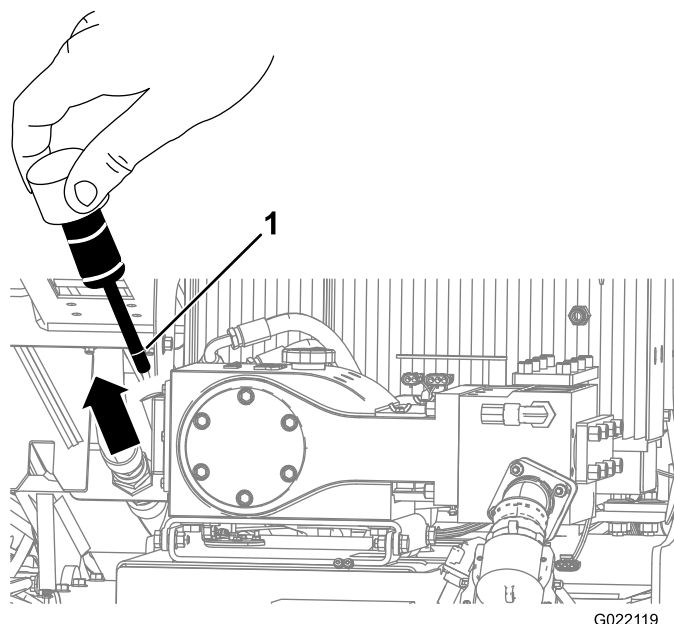
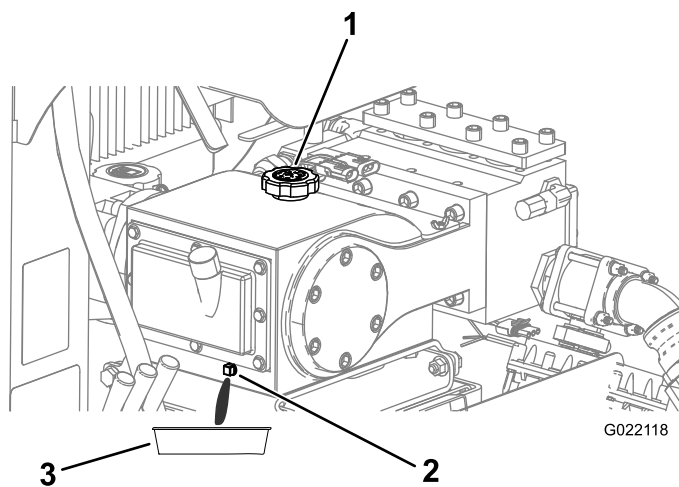

Рисунок 147
Рисунок 148
3. Извлеките измерительный щуп (Рисунок 147).
4. Убедитесь, что уровень масла находится на отметке заполнения, как показано на Рисунок 147.
4. Удалите сливную пробку и подставьте сливной поддон под сливное отверстие (Рисунок 148).
6. Дайте маслу стечь из сливного отверстия в сливной поддон (Рисунок 148).
8. Снимите крышку маслозаливной горловины (Рисунок 148) и залейте приблизительно 1,9 л (2 кварты) масла или пока его уровень не достигнет отметки заполнения по измерительному щупу, как показано на Рисунок 147.